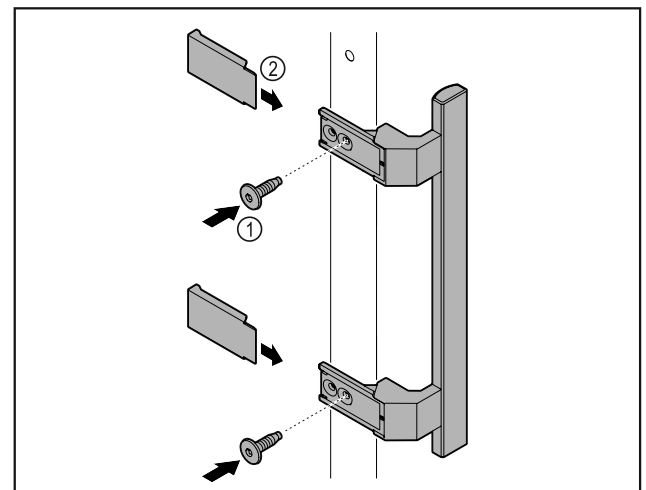

Fig. 7
- ▶ Kiinnitä oheispakkauksessa oleva kahva mukana olevilla ruuveilla Fig. 7 (1) oveen.
- ▶ Aseta suojus Fig. 7 (2) paikalleen.